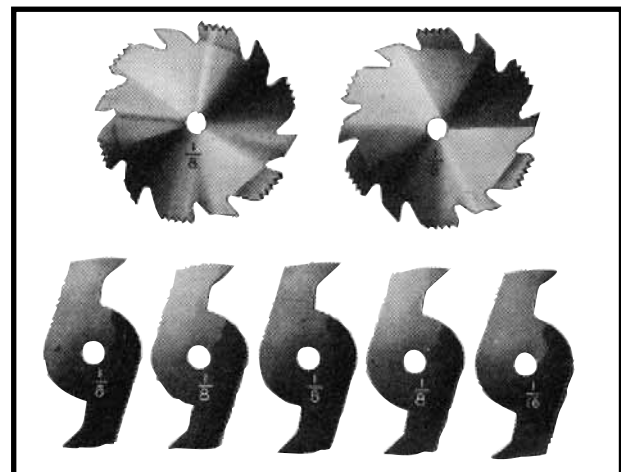
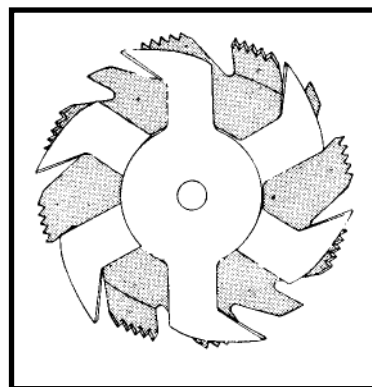

Fig. S17
Fig. S18
1. Le rainurage consiste à couper une feuillure ou une rainure large dans l'ouvrage. La plupart des ensembles à rainurer sont constitués de deux scies externes et de quatre ou cinq couteaux internes (Fig. S17). De nombreuses combinaisons de scies et couteaux sont utilisées pour couper des rainures de 3,18 mm (1/8 po) à 20,63 mm (13/16 po) pour des étagères, pour réaliser des assemblages, tenonnage simple et double, rainurage simple et double, etc. Les couteaux sont très estampés et doivent être placés de façon à ce que les dents ne se frappent pas en cours de rotation. La partie estampée des couteaux devrait se trouver au niveau des dents des scies externes, comme le montre la fig. S18. La figure S19 montre la superposition de la scie et du couteau ; (A) est la scie externe, (B) est un couteau interne, et (C) est un joint en papier utilisé si besoin pour contrôler la largeur exacte de la rainure. Une rainure de 6,35 mm (1/4 po) est coupée à l'aide des deux scies externes. Les dents des scies doivent être positionnées de façon à ce que le rabot de l'une des scies se trouve à côté de la dent coupante de l'autre scie.